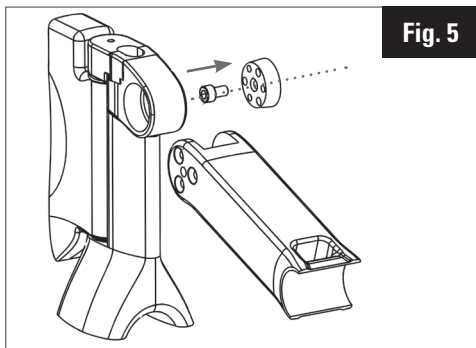

Fig. 5
1. Dégraissez les cônes (1&6), la tête de fourche (3) et les bras de potence avec un chiffon sec.
2. Graissez la vis d'extraction M6x10mm (4).
3. Vissez et serrez à la main la vis M6x10mm dans le cône gauche. La tête de vis doit être en appui sur le petit diamètre du cône (Fig. 5).